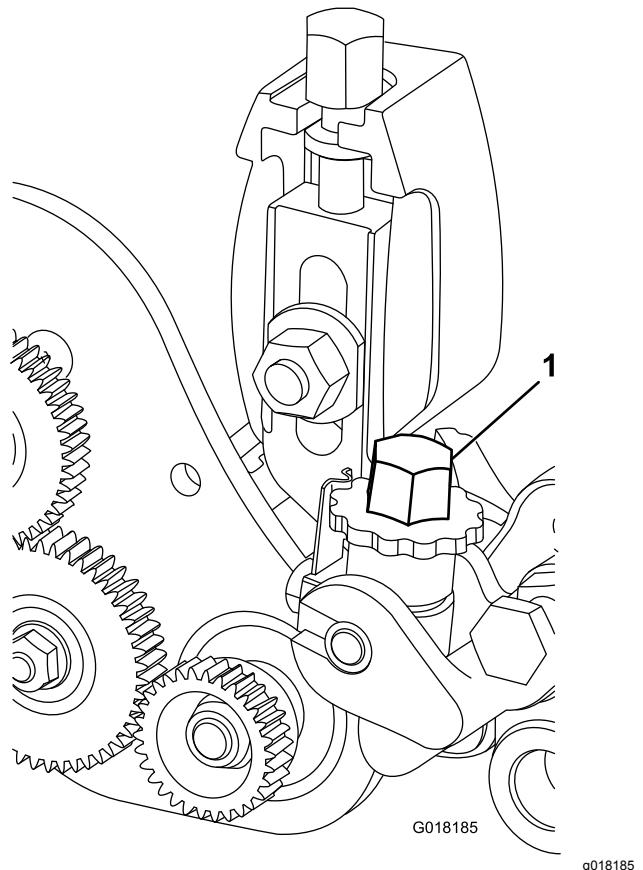

Figura 21
- 6. Gire el pomo de ajuste de la altura del groomer (Figura 21) para elevar o bajar la punta de la cuchilla a la altura de acondicionamiento deseada.